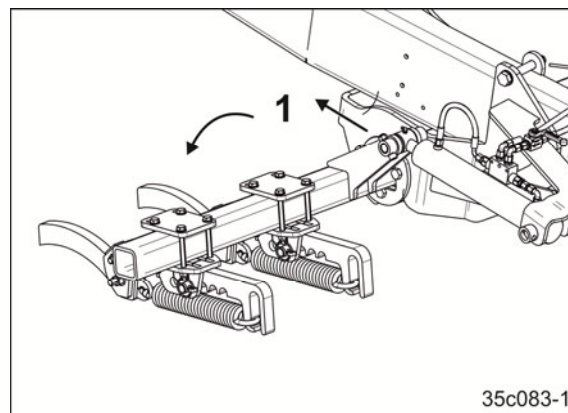

Рис. 224
1. Приведите тракторный следорыхлитель в рабочее положение (Рис. 224/1):
1. Перемещение тракторного следорыхлителя в транспортное положение (Рис. 224/1):